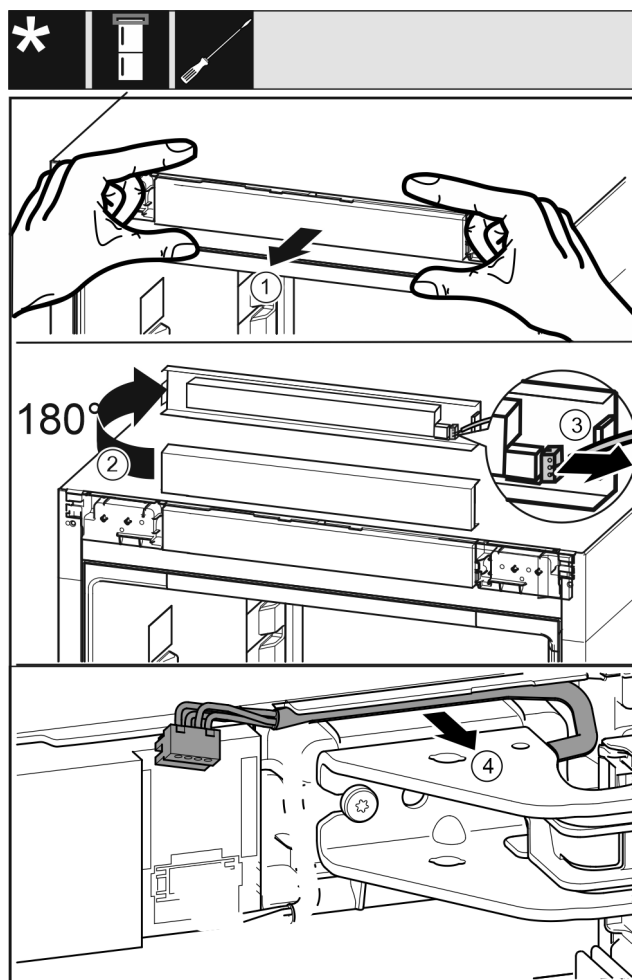

Fig. 6
- ▶ Panel přístroje opatrně povelte směrem dopředu. Fig. 6 (1)
- ▶ Panel otočte o 180° nahoru. Fig. 6 (2)
- ▶ Západku zatlačte dozadu a opatrně vytáhněte zástrčku. Fig. 6 (3)
- ▶ Kabel nad stojanem ložiska opatrně uvolněte z vedení. *Fig. 6 (4)*